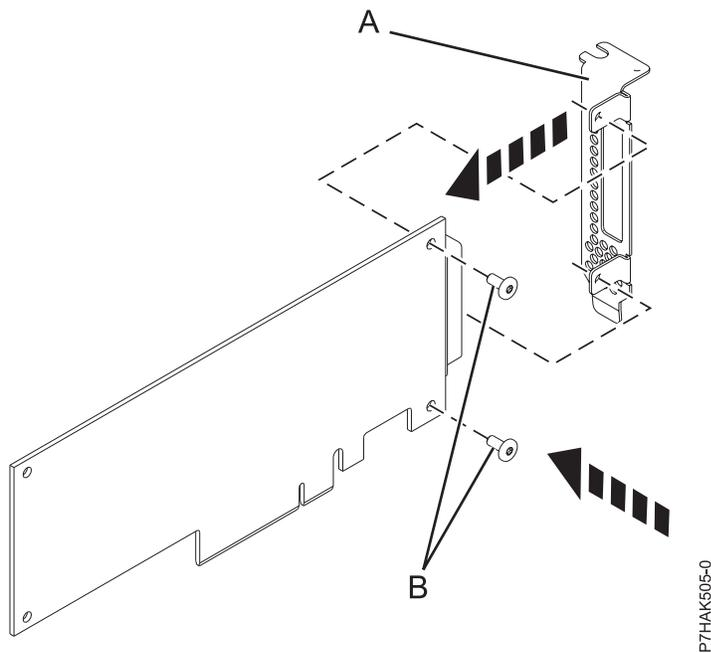

Abbildung 32. Den kurzen Adapterkassettenhalter am PCIe-Adapter befestigen
14. Befestigen Sie mit einem Kreuzschlitz-Schraubendreher und den beiden Sicherungsschrauben (B) den Haltesteg (A) vom fehlerhaften PCIe-Adapter am neuen PCIe-Adapter, wie in Abb. 32 auf Seite 51 dargestellt.